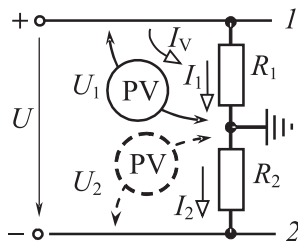

Рис. 1.9
**Задача 1.15.** Для контроля изоляции проводов двухпроводной незаземленной ЛЭП постоянного тока используется вольтметр с сопротивлением  $R_v = 50 \text{ кОм}$  (рис. 1.9). Результаты трех измерений:  $U = 220 \text{ В}$ ,  $U_1 = 60 \text{ В}$ ,  $U_2 = 40 \text{ В}$ . Определить сопротивление изоляции  $R_1$  и  $R_2$  каждого из проводов по отношению к земле.
Решение. По первому закону Кирхгофа (рис. 1.9)  $I_V + I_1 = I_2$